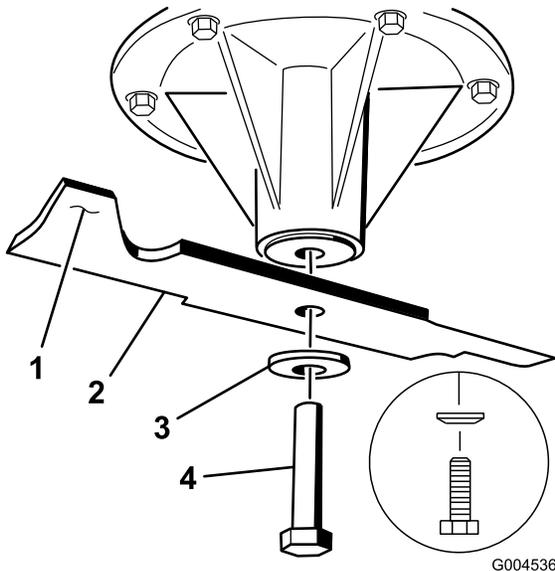

Figure 89
1. Placez la lame sur l'axe (Figure 89).
2. Mettez en place la rondelle élastique et le boulon de la lame. Le côté bombé de la rondelle élastique doit être dirigé vers la tête du boulon (Figure 89). Serrez le boulon à un couple de 115 à 150 Nm (85 à 110 pi-lb).